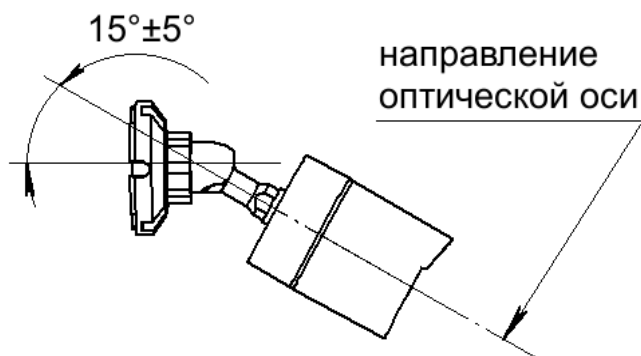

Рисунок 4 – Положение извещателя при монтаже относительно горизонта
- Для предотвращения скопления влаги на извещателе его ориентация относительно горизонта должна быть не менее 10 градусов по направлению к земле (рисунок 4);